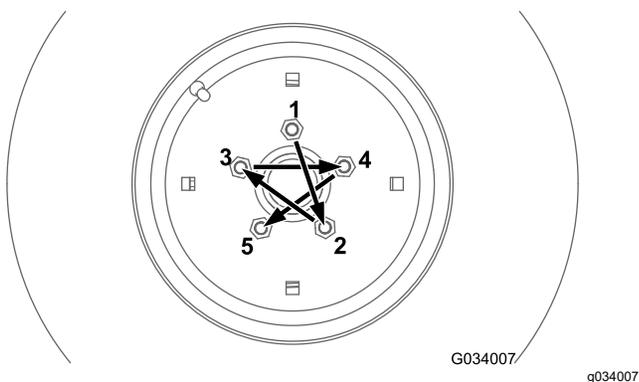
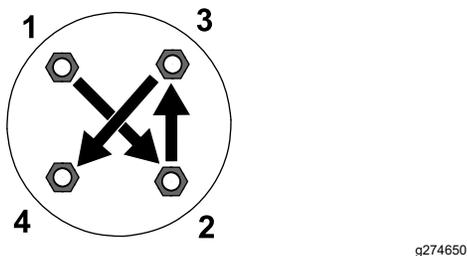

Рисунок 65
Рисунок 66
Затяните зажимные гайки передних и задних колес (только на машинах с полным приводом) в порядке, показанном на Рисунок 65 и Рисунок 66, с указанным моментом затяжки.
- Передние колеса: см. Рисунок 65
- Задние колеса (только на машинах с полным приводом): см. Рисунок 66.